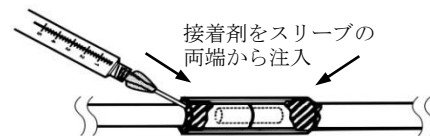

図 5
- (8) 付属の注入用鈍針を使用して、接着剤を接続用スリーブの両端から内側に注入する。スリーブを指で回転させ、接着剤を均等に広げ、余分な接着剤を外に出す。余分な接着剤は滅菌ガーゼで拭き取る（図 5）。